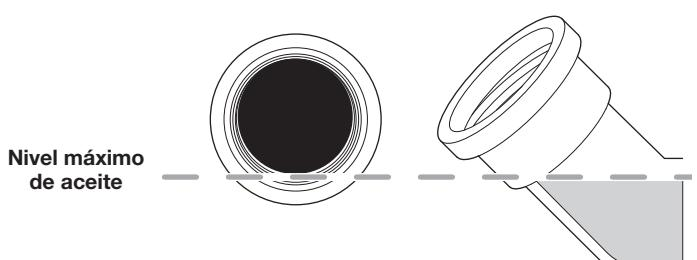

Fig. 19
- Observe el interior del orificio de llenado de aceite; use una linterna si es necesario. **El nivel de aceite sólo debe tocar la rosca inferior del orificio de llenado de aceite** (Fig. 19). Si el nivel de aceite es demasiado bajo, agregue aceite al orificio de llenado de aceite hasta que el nivel de aceite toque la rosca inferior del orificio de llenado de aceite.